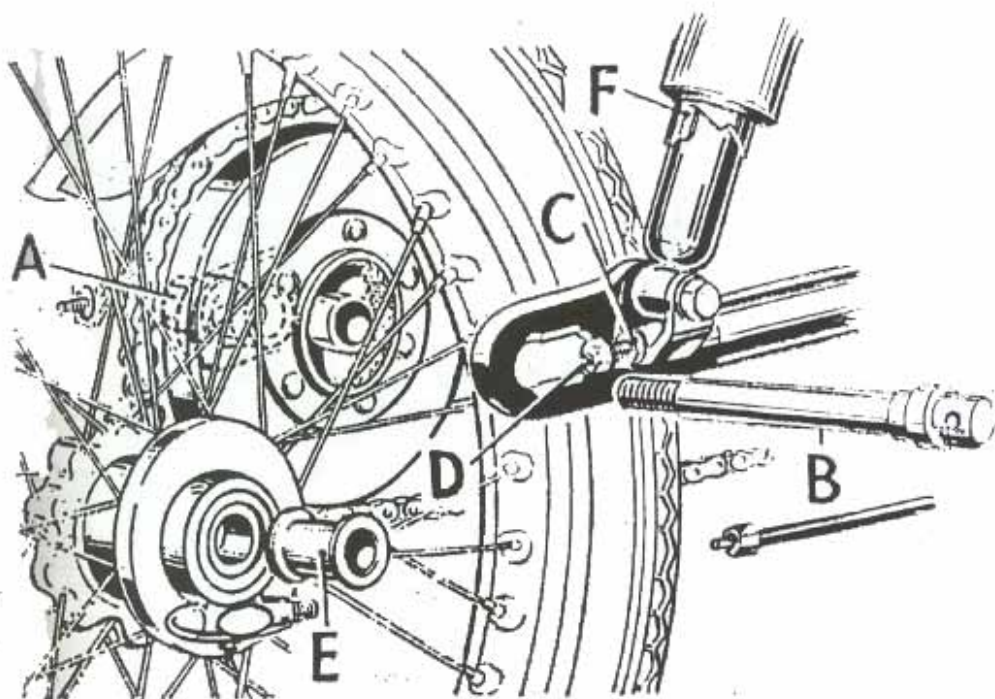

Fig. 19. Rimozione della ruota posteriore, in cui è visibile la posizione dei bulloni regolatori della catena, per il Modello A.
Allentare il dado che blocca il braccio di reazione al disco portaceppi, onde il disco possa muovere con libertà. Allentare di alcuni giri l'asse della ruota (B) Fig. 19, indi allentare il dado (A) di quanto basti per muovere la ruota.